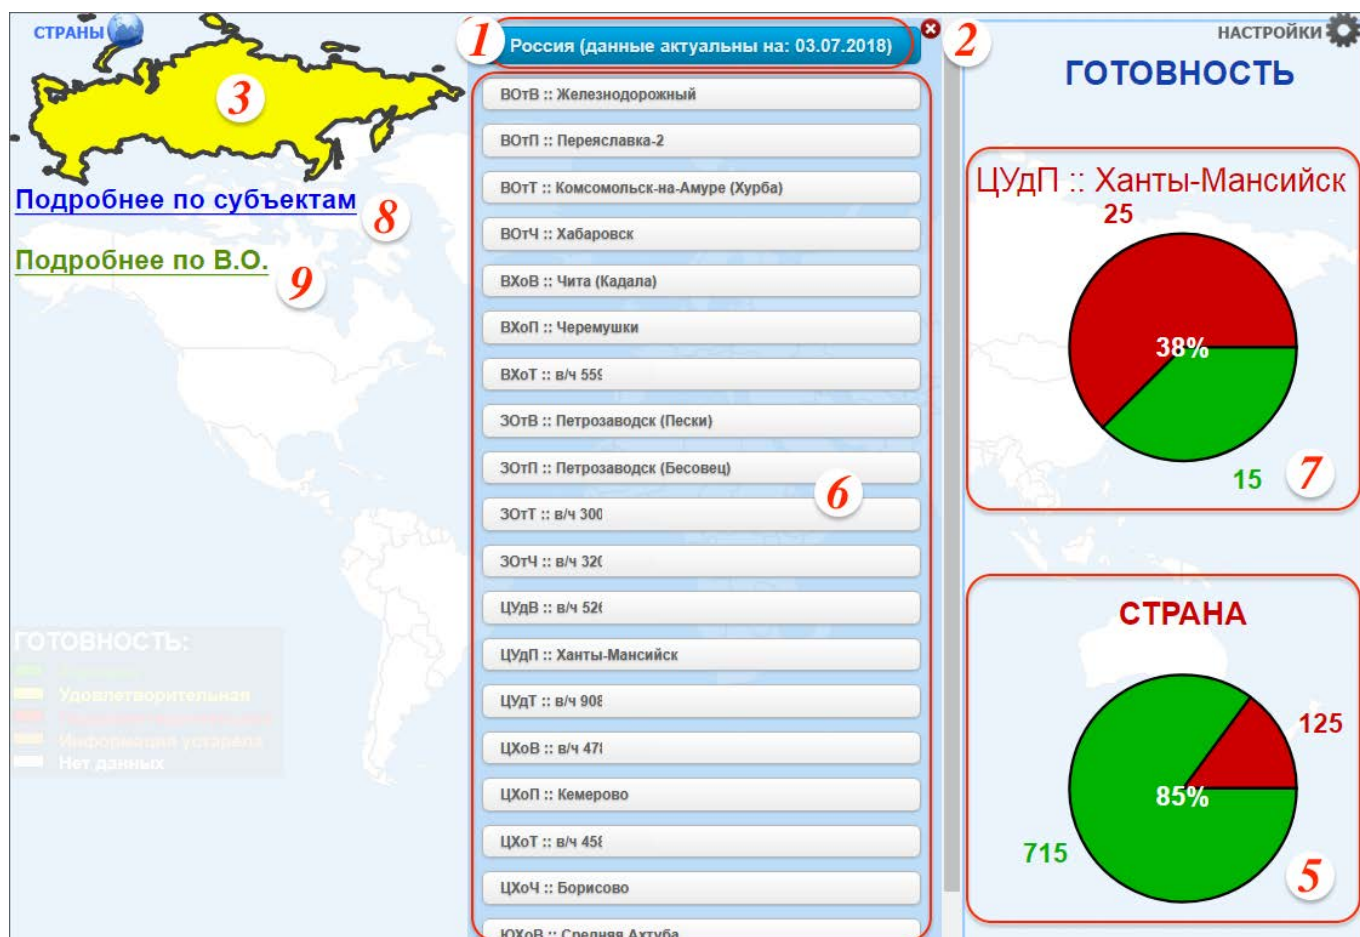
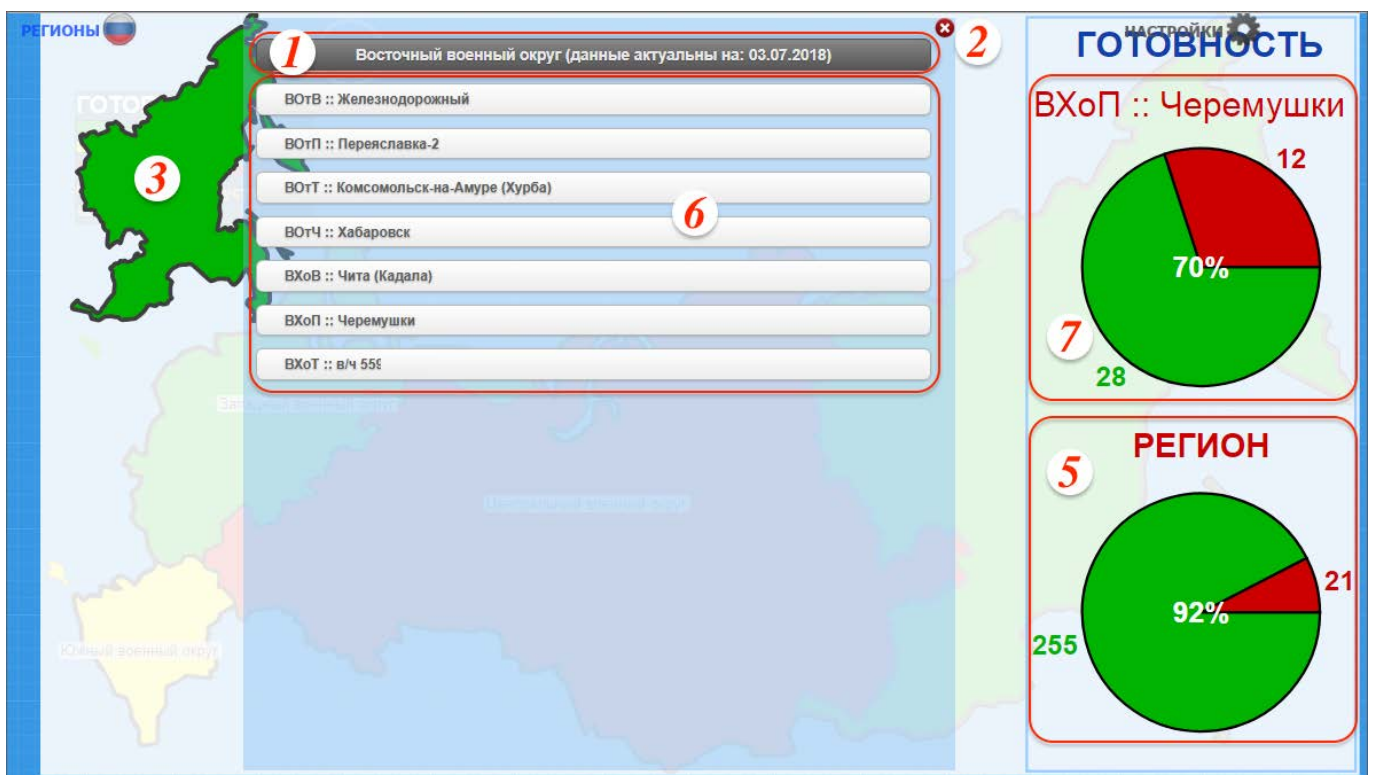

Рис. 6-11 – Пример страницы с общими сведениями по готовности техники в стране
Рис. 6-13 – Пример страницы с общими сведениями по готовности техники в военном округе
2) Нажать левую кнопку мыши на выбранном объекте. После этого откроется страница готовности техники по стране/региону/округу (рис. 6-11).
Примеры страниц с общими сведениями по готовности техники в стране, регионе и военном округе приведены на рис. 6-11 – рис. 6-13.
1) Перед списком точек базирования выводится название страны или региона (1 на рис. 6-11 – рис. 6-13). В том случае, если на карте мира выбрана Россия, то при нажатии на это поле открывается карта России.
2) При нажатии кнопку  (2 на рис. 6-11 – рис. 6-13) или схематичное изображение страны/региона/округа (3) происходит возврат на страницу с картой (мира, регионов России или военных округов).
4) В правой части страницы в виде круговой диаграммы выводится информация по готовности техники в стране/регионе/округе (5 на рис. 6-11 – рис. 6-13). На диаграмме выводится количество единиц техники в состоянии готовности и в состоянии простоя.
7) Если на карте мира выбрана Россия, то на странице готовности технике в стране будут приведены ссылки «Подробнее по субъектам» и «Подробнее по В.О.» (8 и 9 на рис. 6-11). При переходе по ссылкам открывается обзорная карта регионов России или военных округов, соответственно.
Краткое пояснение к рис. 6-11 – рис. 6-13 приведено в таблице 6-1.
Таблица 6-1 – Пояснения к рис. 6-11 – рис. 6-13